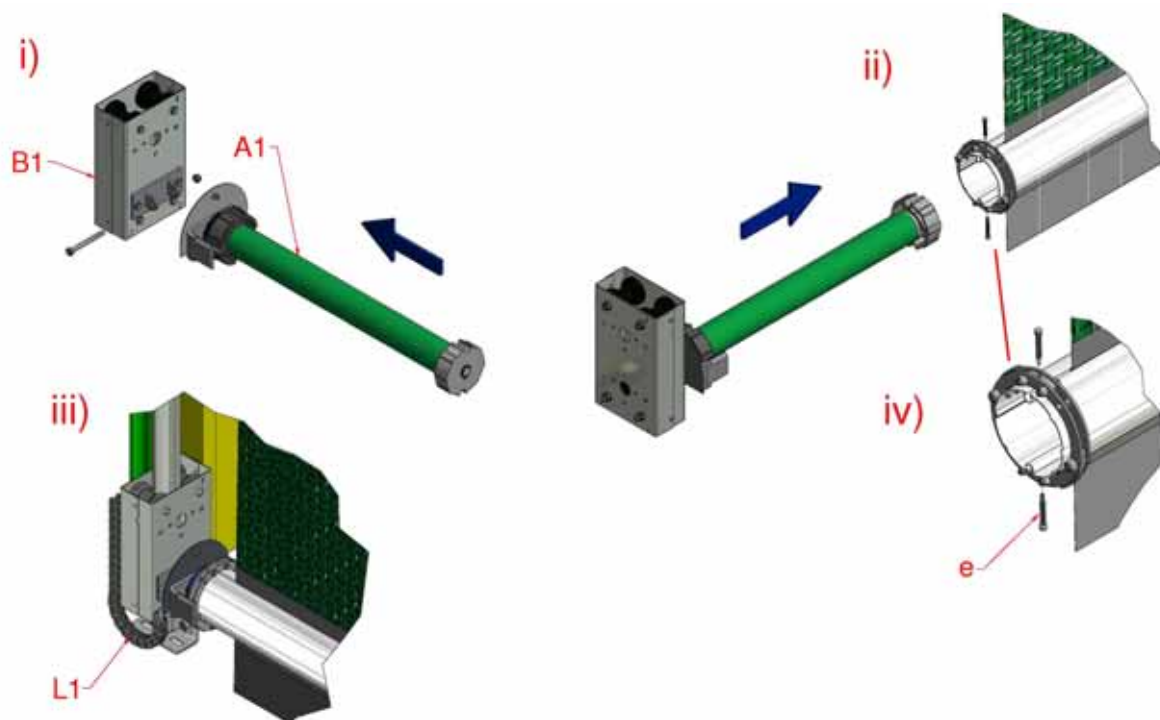

Abbildung 15b: Antriebsseitiger Fahrwerkskasten
- 4.3 Motor (A1) mit Hilfe der Schraube M8x80 und der Nyloc-Mutter am antriebsseitigen Fahrwerkskasten (B1) montieren, siehe Abbildung 15b. Halterung für Energiekette (L1) auf der unteren äußeren Kante des Fahrwerkskastens anbringen und Motor und Fahrwerkskasteneinheit in das antriebsseitige Ende des unteren Rollrohres einschieben. Sicherheitskupplung mit Hilfe der beiden langen selbstbohrenden Schrauben der Größe M4.2x32 (e) durch die Löcher in den Distanzstücken der Kupplungsplatte hindurch am Rohr befestigen.